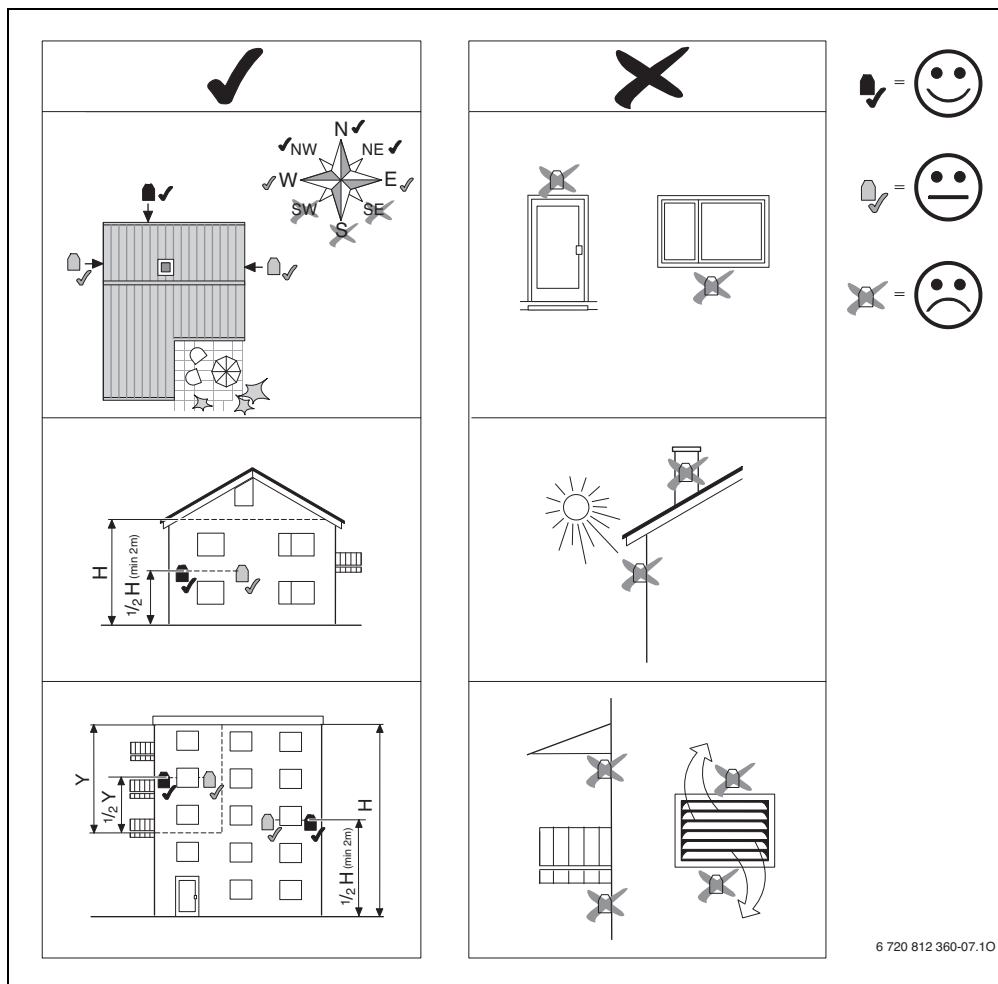

Fig. 12 Installationssted for udeføler (ved vejrkompen-
- ▶ Skal du være opmærksom på de viste punkter i fig. 12 ved valg af det rigtige installationssted for udeføleren.